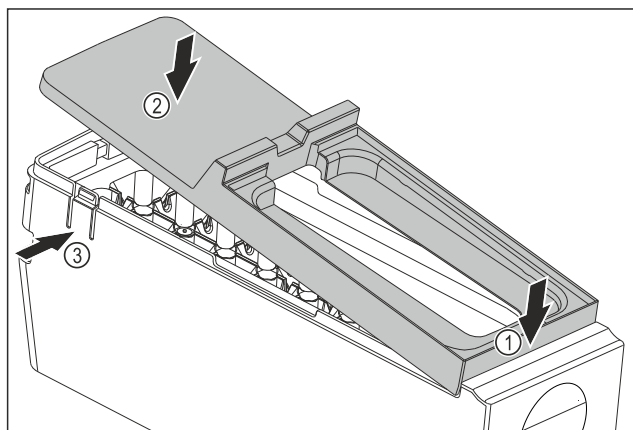

Fig. 114
- ▶ Monter le couvercle du corps de l'EasyTwist-Ice : Placer le couvercle à l'avant. Fig. 114 (1)
- ▶ Abaisser le couvercle à l'arrière. Fig. 114 (2)
- ▷ L'enclenchement du couvercle dans les deux languettes Fig. 114 (3) se fait entendre.